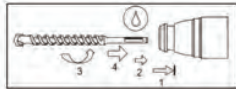

Рис.2
**Чтобы сменить или установить насадку требуется:** Убедиться в том, что хвостовик насадки чист, и смазан специальной смазкой. Использование смазки для бура является необходимым условием надежной работы инструмента! Нажмите на подвижную крышку патрона перфоратора, отведите ее назад (См. Рис.2). Вставьте хвостовик бура в патрон и отпустите крышку патрона, чтобы закрепить бур. Возможно, потребуется слегка повернуть бур для совмещения пазов патрона и хвостовика. После установки бура убедитесь в надежности его закрепления, попытайтесь вытянуть его из патрона. После закрепления бура наблюдается его небольшое осевое биение, благодаря самой механике крепления.